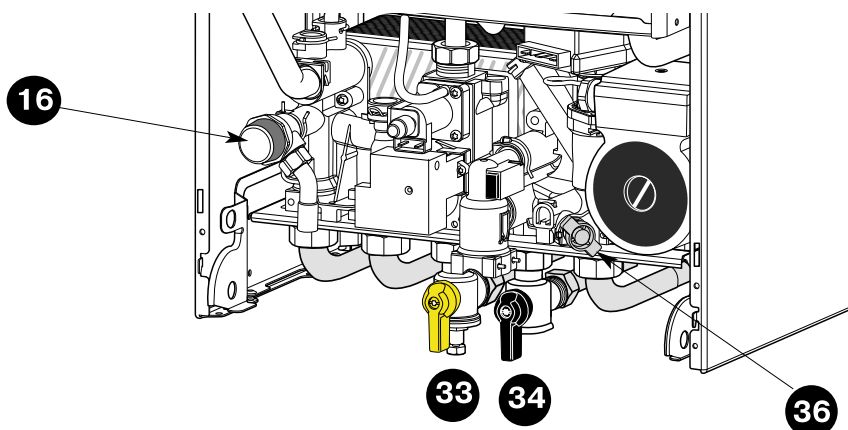

Рис. 21
Краны и клапаны (рис. 21)
3. Откройте кран подачи газа 33 (рис. 21).
- перекройте подачу газа, повернув кран 33 (рис. 21).